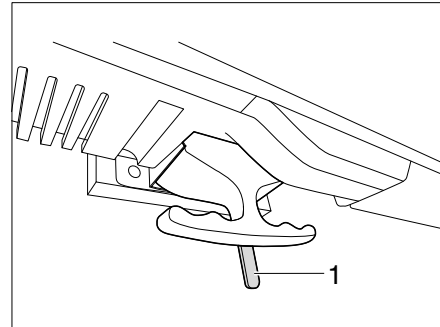

Figure 142 Déverrouillage écran plat
- Pousser le levier (Fig. 142,1) vers la gauche. Le dispositif de blocage est alors débloqué.
- Pousser le levier (Fig. 142,1) en position centrale. L'écran plat reste bloqué.